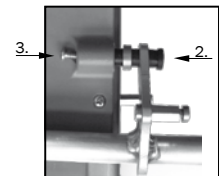

Bild 1
2. Stecken Sie den schwarzen Bolzen durch die Gelenkbohrung des Hebels und die Distanzscheibe in die Aufnahme an der grauen Federschwinge. Reihenfolge siehe Bild 1